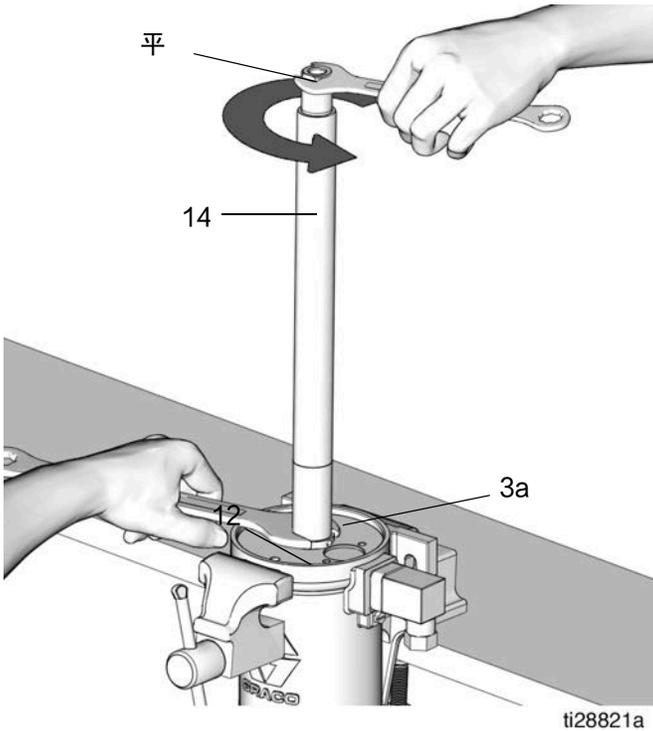

图 15
用扳手将螺母 (3a) [位于泵气缸 (12) 的底部] 固定就位。第二个扳手紧固出口管 (14) 的平面。逆时针转动出口管，将其拧松并从泵气缸 (12) (图 15) 上拆下。